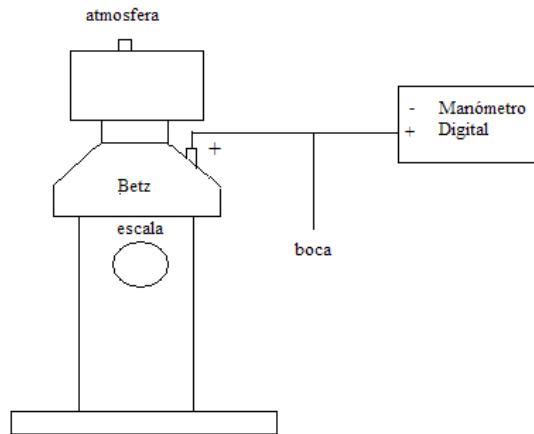

Figura 1. Esquema calibración del manómetro.
2. Obtener curva de calibración del manómetro digital con forme a la Figura 1 con el manómetro patrón *Betz*.